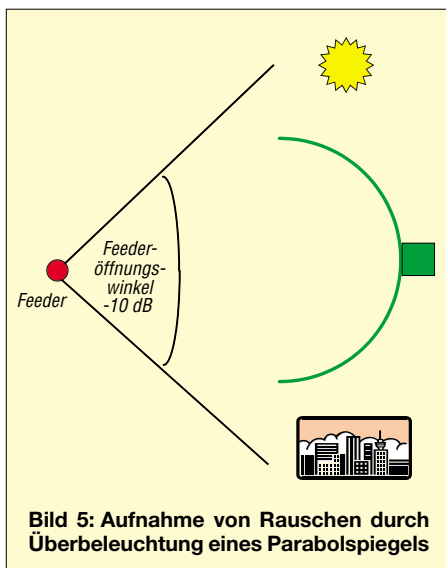

Bild 5: Aufnahme von Rauschen durch Überbeleuchtung eines Parabolspiegels
- Öffnungswinkel für Parabolfeeder durch konstruktive Maßnahmen richtig bemessen (Bild 5), keine Breitbandfeeder verwenden!